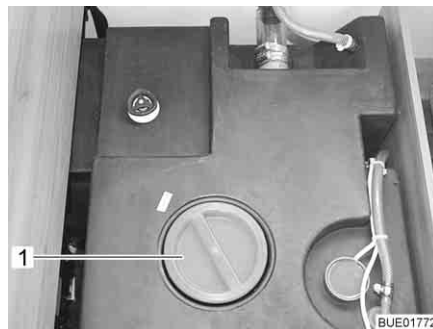
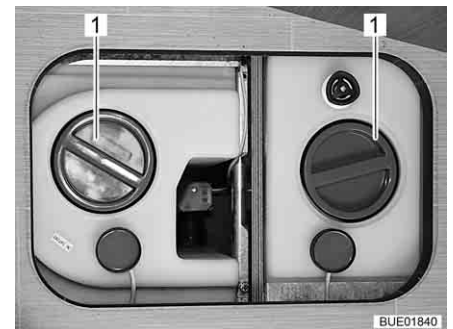

Bild 248 Wassertank mit Drehgriff (Viseo)
Bild 249 Wassertank mit Drehgriff (Elegance)
- Verschlussdeckel (Bild 248,1 bzw. Bild 249,1) des Wassertanks abnehmen.